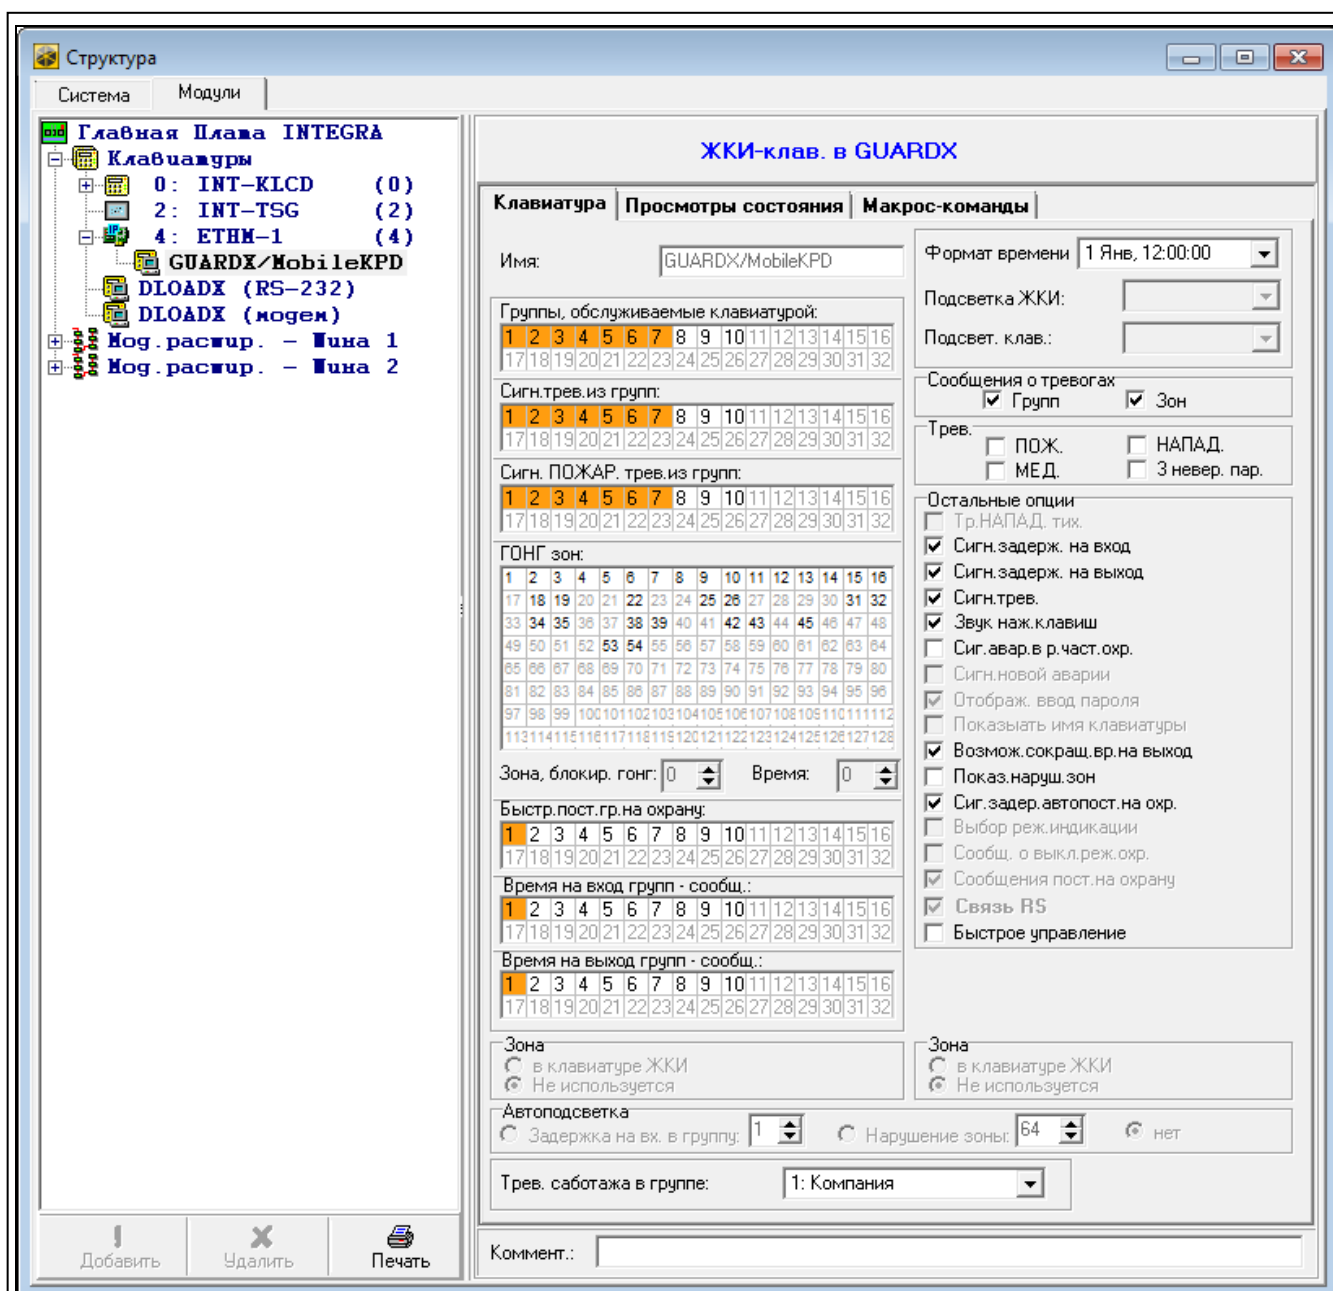

Рис. 8. Программа DLOADX: настройка виртуальной клавиатуры, доступной в программе GUARDX, интернет-браузере или мобильном устройстве.
- программы DLOADX: →окно «Структура» →закладка «Модули» →ветка «Клавиатуры» →[название модуля] →ветка «GUARDX/MobileKPD» (рис. 8).